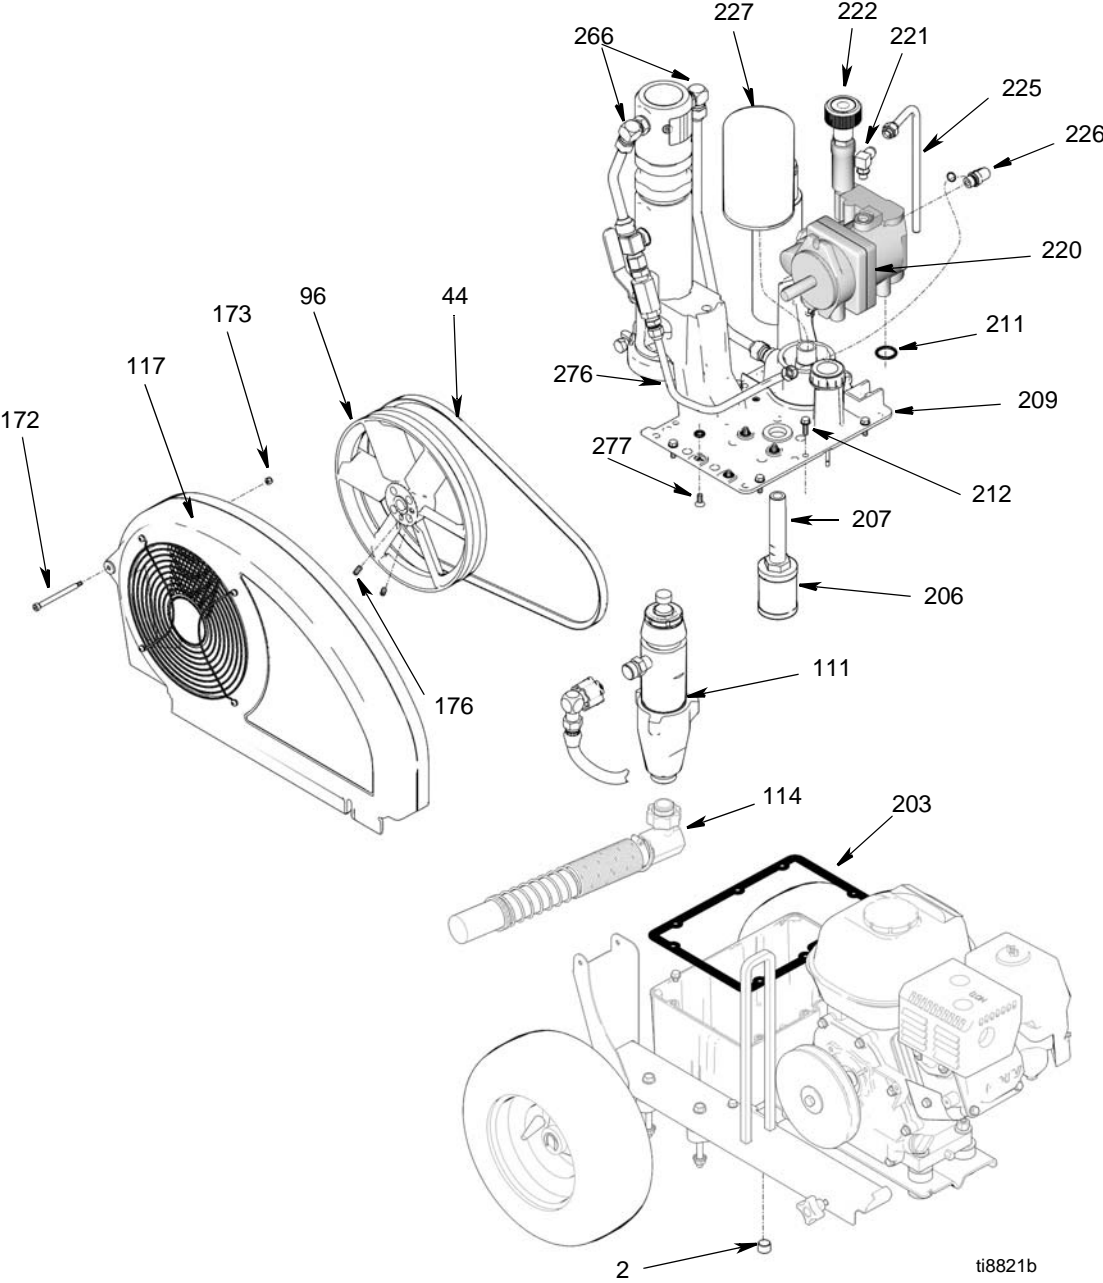

FIG. 2
3. Afmonter aftapningsproppen (2) og oliefilteret (227), og lad hydraulikolien løbe ud.
4. Fig. 2. Frakobl sugerøret (114).
5. Frakobl pumpen (111), side 15.
6. Fjern skruen (172), møtrikken (173) og rembeskyttelsen (117).
7. Hæv motoren og afmonter remmen (44).
8. Afmonter de to stilleskruer (176) og ventilatorremskiven (96).
9. Afmonter kabinetets aftapningsrør (225).
10. Afmonter vinkelstykket (221).
11. Fjern røret (276) fra vinkelstykket (226). Fjern vinkelstykket (226) fra hydraulikpumpen (220).
12. Afmonter de otte skruer (212), beholderdækslet (209), filterenheden (206) og pakningen (203).
13. Afmonter de fire skruer (277) og hydraulikpumpen (220) fra beholderdækslet (209).
1. Monter hydraulikpumpen (220) på beholderdækslet (209) med de fire skruer (277). Tilspænd med et moment på 10,1-12,4 Nm.
2. Monter pakningen (203) og beholderdækslet (209) med de otte skruer (212). Tilspænd med et moment på 12,4 +/-0,5 Nm.
3. Monter vinkelstykket (226) på hydraulikpumpen (220). Monter vinkelstykket (226) på røret (276). Tilspænd med et moment på 33,9 Nm.
4. Monter vinkelstykket (221). Tilspænd med et moment på 20,3 Nm.
5. Monter kabinetets aftapningsrør (225). Tilspænd med et moment på 20,3 Nm.
6. Monter ventilatorremskiven (96) med de to stilleskruer (176).
7. Hæv motoren, og monter remmen (44).
8. Monter rembeskyttelsen (117) med skruen (172) og møtrikken (173).
9. Tilkobl pumpen (111), side 15.
10. Fig. 2. Tilkobl sugerøret (114).
11. Monter aftapningsproppen (2). Tilspænd med et moment på 12,4 Nm. Monter oliefilteret (227). Tilspænd $\frac{1}{4}$ omgang, efter at pakningen får kontakt med bunden. Påfyld hydraulikpumpen med Graco hydraulikolie, side 6, gennem vinkelstykkets (221) port indtil denne er fyldt op. Fyld beholderen med den resterende hydraulikolie.